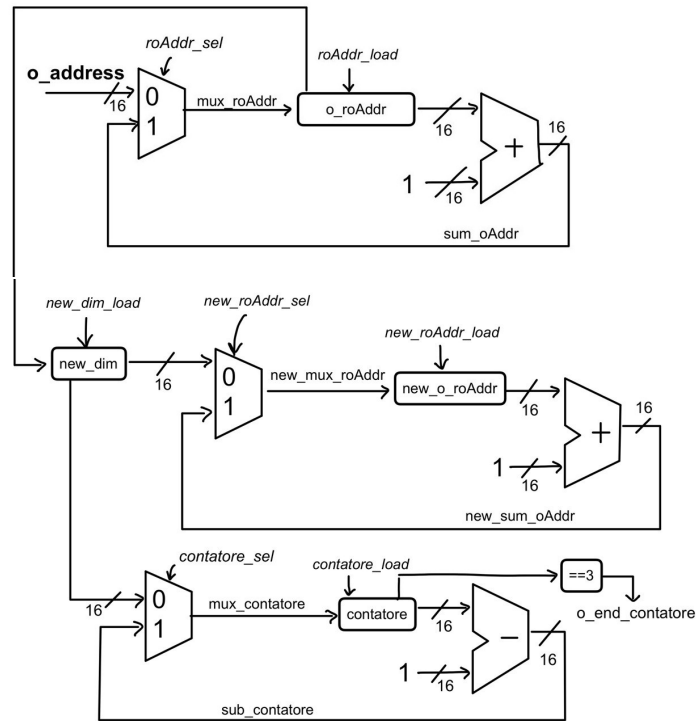

Fig.:2.1
- Fase di lettura (`mux_definitivo_sel = '0'`): l'indirizzo di memoria aumenta tramite il sommatore, raffigurato in alto nella Fig.2.1, per poter leggere tutti i pixel.